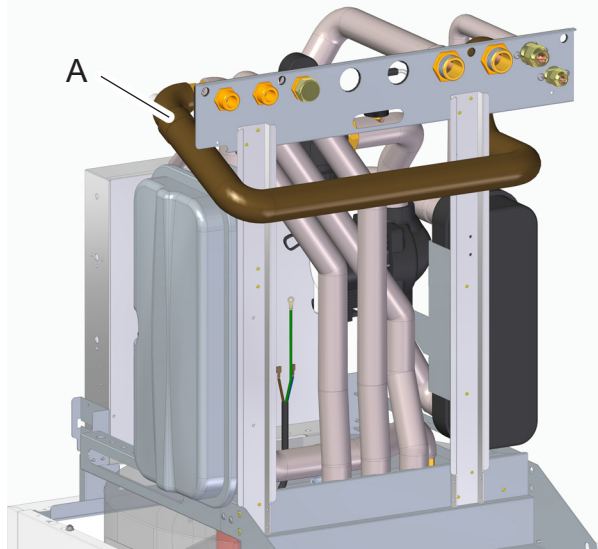

fig. 2
**ITALIANO** Smontare la tubazione evidenziata (part. A fig. 2).
**ENGLISH** Remove the highlighted pipe (part A fig. 2).
**ESPAÑOL** Desmonte la tubería evidenciada (part. A fig. 2).
**PORTUGUÊS** Desmonte a tubagem em destaque (det. A fig. 2).
**FRANÇAIS** Démonter le tuyau signalé (réf. A fig. 2).
**БЪЛГАРСКИ** Демонтирайте обозначената тръба (част. A fig. 2).
**POLSKI** Zdemontować wskazany na rysunku przewód rurowy (poz. A rys. 2).
**ROMÂNĂ** Demontați conducta evidențiată (det. A fig. 2).
**SHQIP** Çmontoni tubin e theksuar (pjesa. A fig. 2).